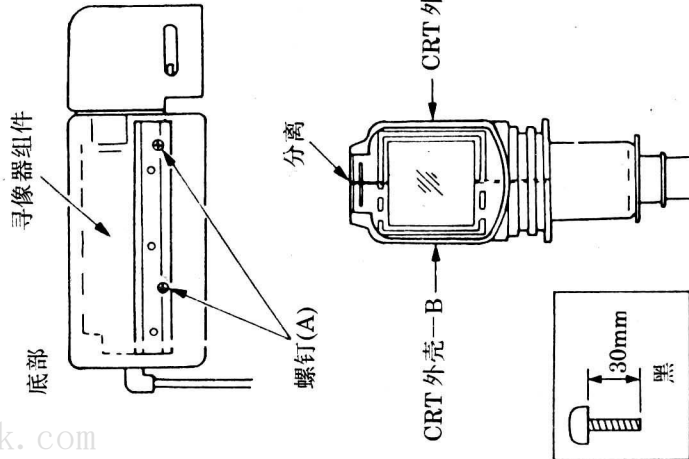

图 28
- 步骤: ① 卸下位于寻像器底部的 2 个螺钉(A), 然后取下底部外壳;
② 从 CRT 外壳 A 处取下 CRT 外壳 B, 如图 28 所示;